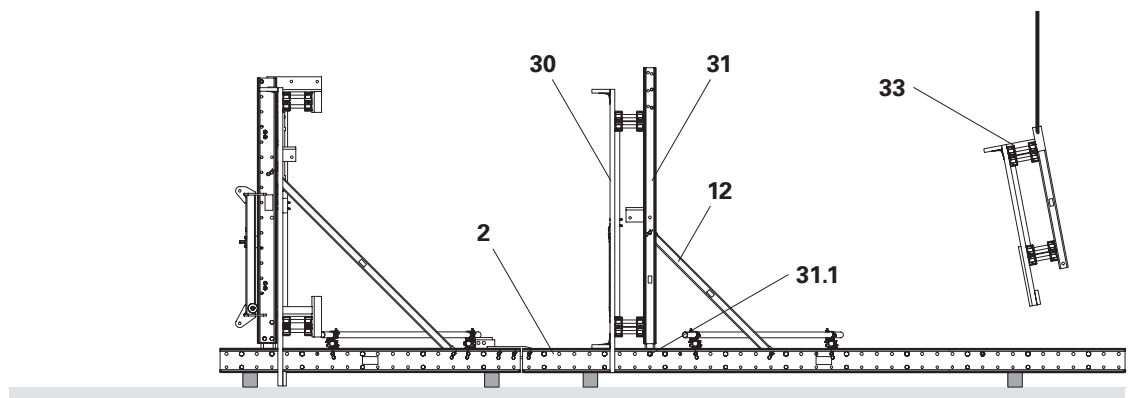

Fig. E2.03
9. Smontare la piattaforma di lavoro allo stesso modo. (Fig. E2.03)